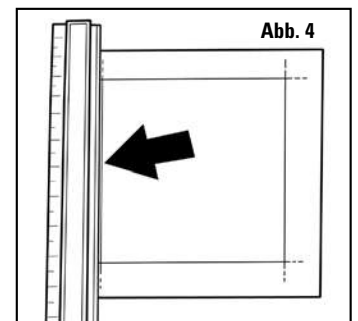
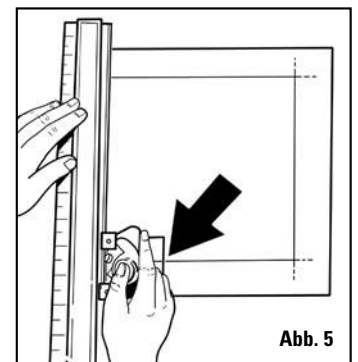

Abb. 4
Abb. 5
2. Legen Sie das Passepartout mit der Vorderseite nach unten auf den Unterlagekarton. Legen Sie das Lineal GENAU auf den linken Rand, damit die äußere Kante des Kanals auf der Bleistiftlinie liegt. **Abb.4**. Vergewissern Sie sich, dass der größte Teil des Passepartouts auf der rechten Seite des Lineals ist, erhalten Sie einen umgekehrten Schrägschnitt. Bringen Sie den Schneider 302 am Lineal an, indem Sie die schwarzen Nylon-Führungen über die gehobene Kante des Kanals legen. Positionieren Sie den Schneider so, dass die silberfarbene Linie an der unteren Schnittlinie anliegt. **Abb.5**